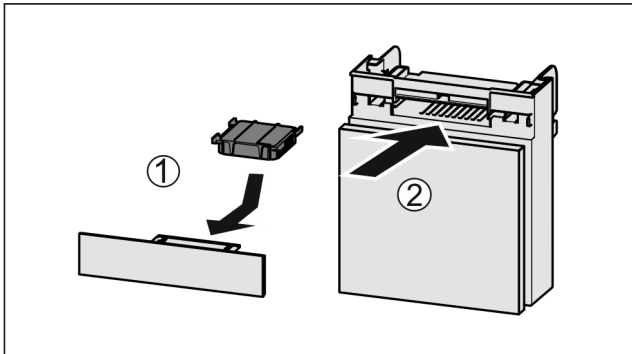

Fig. 58
- ▶ Introduceți Fig. 58 (1) filtrul de cărbune activ după cum se vede în figură.
- ▶ Împingeți Fig. 58 (2) compartimentul în interior.